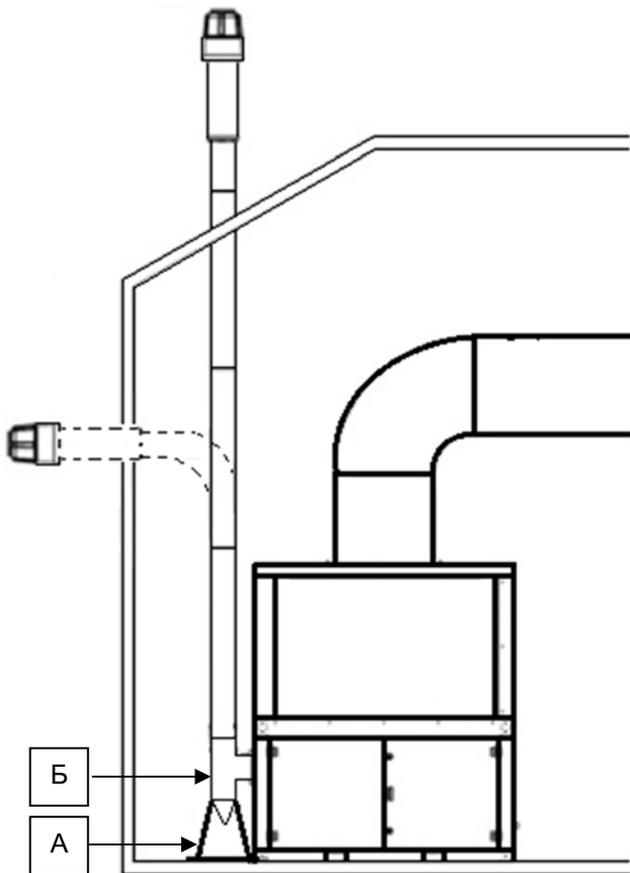

Рисунок 6.2.1 Расположение воздухонагревателя внутри
- при монтаже дымоходов необходимо исключить любую возможность попадания конденсата или воды в прибор (это может привести к повреждению агрегата). Необходимо применить Т-деталь (тройник) и конденсатоотводчик / поддон для сбора конденсата (рис. 6.2.1, 6.2.2, поз. Б).
- в случае вертикального дымохода применить Т-деталь (тройник) и конденсатоотводчик / поддон для сбора конденсата (рис. 6.2.1, 6.2.2, поз. Б).
При монтаже дымохода убедитесь, что вес дымохода не приходится на воздухонагреватель. Это может привести к его повреждению! Во избежание данной ситуации следует установить опору (рис. 6.2.1, 6.2.2, поз. А).
**Убедитесь в том, что вес всей дымовой трубы не приходится на агрегат. Это может привести к его повреждению! Во избежание данной ситуации следует установить опору (рис. 6.2.1, 6.2.2, поз. А).**